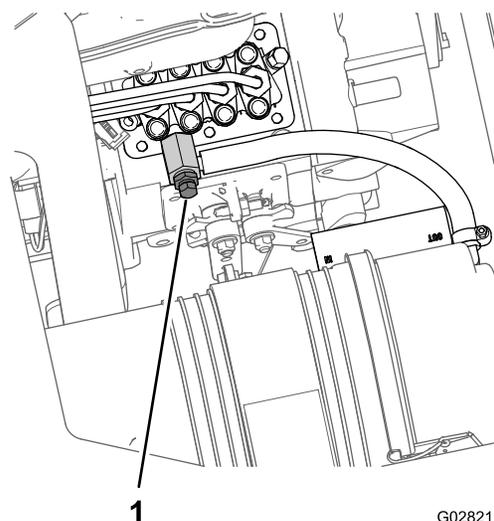

Figura 76
- Alinhe o recipiente de escoamento debaixo da parte da bomba de injeção de combustível do motor (Figura 76).
- Desaperte o parafuso de purga que se encontra na bomba de injeção de combustível (Figura 76).
- Mantenha a chave na posição LIGAR enquanto não sair um fluxo contínuo de combustível do parafuso de purga (Figura 76).
- Aperte o parafuso de purga (Figura 76) e rode a chave para a posição DESLIGAR.